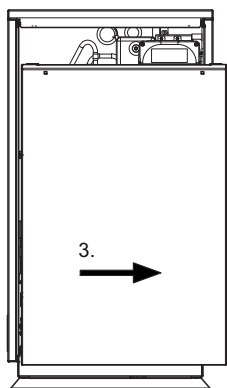

Fig. 7.3: Ouverture des panneaux d'habillage latéraux, étape 3
- Pousser l'élément de tôle en position basculée sur env. 40 mm vers la droite jusqu'en butée (3) (voir Fig. 7.3).